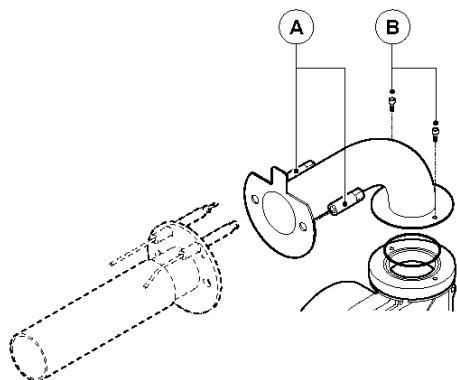

Рис. 11.2.1
- снимите вентиляторный патрубок, для чего выверните винты А и В, и снимите головку газовой горелки (рис. 11.2.1 и 11.2.2);
- снимите головку газовой горелки, как было описано в предыдущем пункте (Рис. 11.2.1 и 11.2.2);